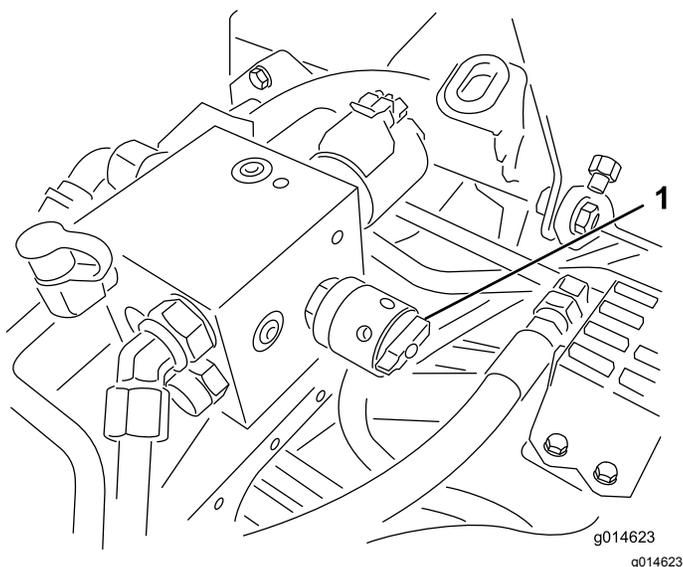

Рисунок 51
6. Поверните регулятор частоты вращения барабана в положение 1 (Рисунок 51).
4. Настройте частоту вращения барабана, повернув регулятор (Рисунок 51) так, чтобы стрелка указателя совместились с номером, который вы определили при выполнении пункта 3.